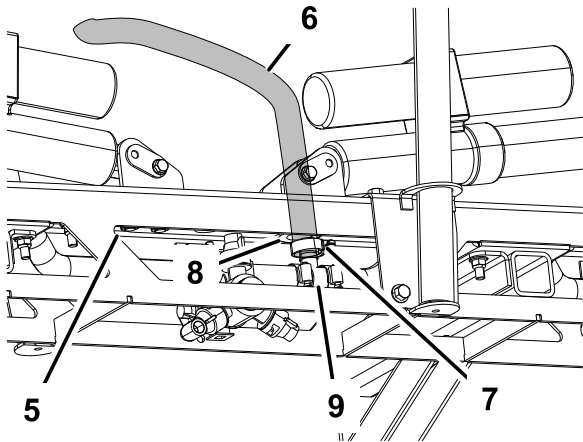

Figure 31
- Enduisez de savon liquide les cannelures des raccords en T sur les deux prolongements de rampes (Figure 31). Poussez le flexible de prolongement de rampe sur la cannelure et fixez-le avec un collier.
- Enduisez de savon liquide les cannelures du raccords en T de la rampe centrale Figure 31.
- Passez le flexible de rampe centrale dans l'ouverture à anneau de l'ensemble rampe centrale. Branchez le flexible sur les cannelures enduites de savon du raccord et fixez-le en place avec un collier Figure 31.